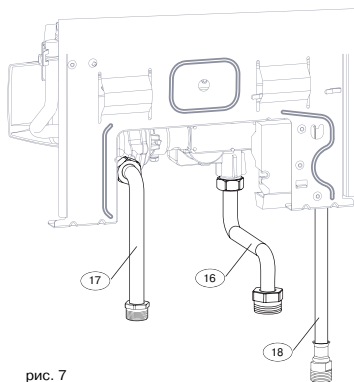

рис. 7
Подключение природного газа (рис. 7):
Подключение газа (рис. 7):
Подключение холодной воды (рис. 7):
Подключение горячей воды осуществляется с помощью гибкого шланга, (18) (рис. 7) установленного на водонагревателе.